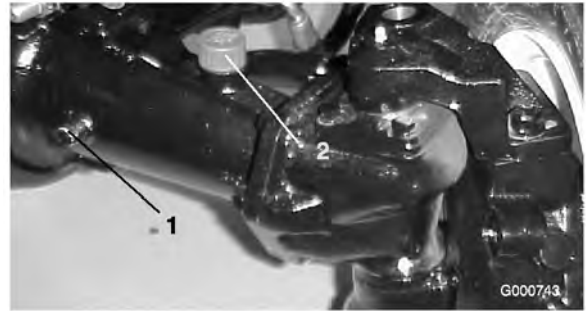

Figure 56
- Retirez un bouchon de contrôle (Figure 56) à une extrémité du pont et vérifiez si le lubrifiant atteint le bas du trou. Si le niveau est bas,
retirez le bouchon de remplissage (Figure 56) et ajoutez une quantité de lubrifiant suffisante pour rectifier le niveau.